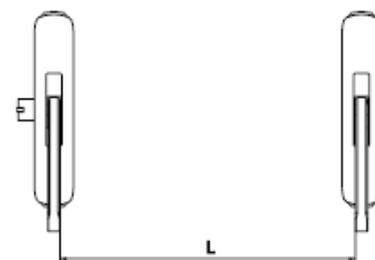

Рис.10
- 9) Замерьте расстояние между стержнями-держателями (Рис.10) $L = \dots\dots\dots$ и укоротите ручку-штангу на $L - 8 \text{ мм} = \dots\dots +0,5 \text{ мм}/-1,5 \text{ мм}$